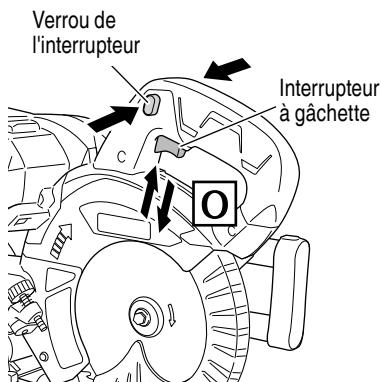

Fig. 26
### (1) Mise en marche de la scie (Fig. 26)